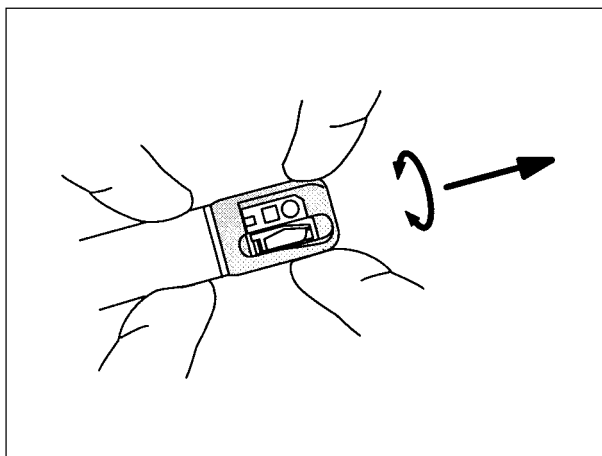

Рис.3.17
8. Слегка потяните за дистальный защитный чехол-наконечник и убедитесь, что он не отделяется от дистального конца эндоскопа (см. рис. 3.17).
9. Слегка поверните дистальный защитный чехол-наконечник в обе стороны относительно дистального конца эндоскопа и убедитесь, что он не отделяется от дистального конца эндоскопа (см. рис. 3.17).